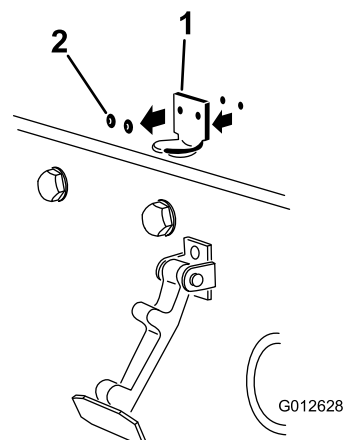

Figura 23
2. Elimine los 2 remaches que sujetan el soporte del cierre al capó (Figura 23).
4. Alinee los orificios de montaje y coloque el seguro del cierre (CE) y el soporte del cierre sobre el capó.
**Nota:** El seguro del cierre debe estar en contacto directo con el capó (Figura 23). No retire el conjunto de perno y tuerca del brazo del seguro del cierre.